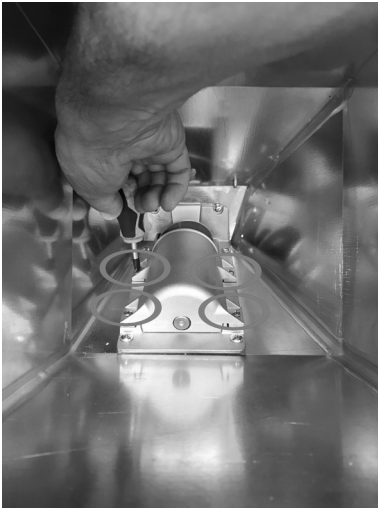

Fig. 72 - Extracción de los tornillos
- Entrar desde el depósito y desenroscar los 4 tornillos de la cobertura del tornillo alimentador (véase **Fig. 72**).